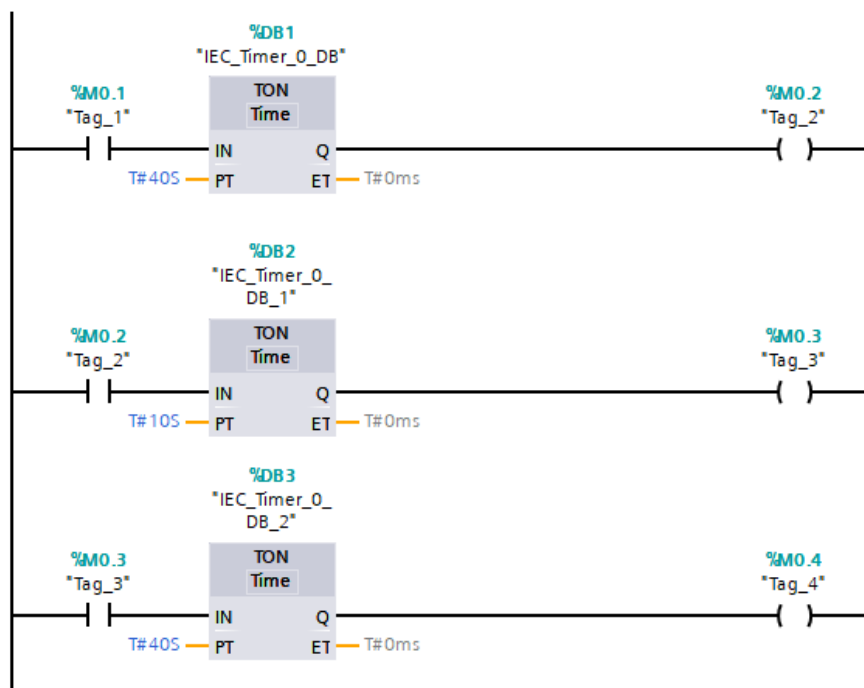

Figura 18: Configuración de temporizadores para inversión de giro.
- En las salidas Q, agregar las marcas M0.2, M0.3, M0.4 (ver Figura 18)